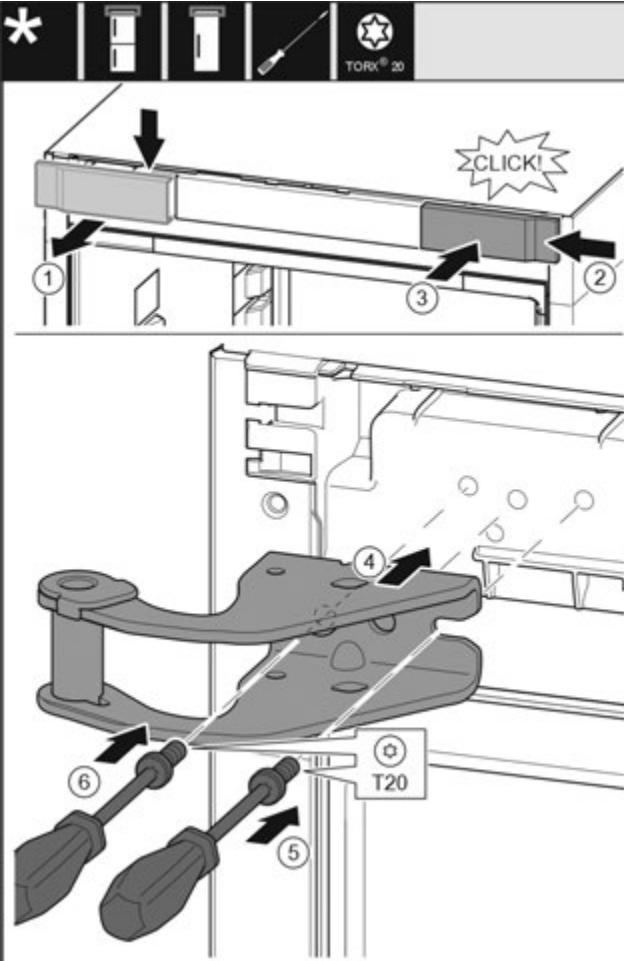

Fig. 11
- Зніміть кришку вгорі вперед. Fig. 11 (1)
- Почепіть кришку, що повернута на 180°, з іншого боку праворуч. Fig. 11 (2)
- Зафіксуйте кришку. Fig. 11 (3)
- Встановіть верхній опорний кронштейн. Fig. 11 (4)
- Встановіть та закрутіть гвинт за допомогою викрутки T20. Fig. 11 (5)
- Встановіть та закрутіть гвинт за допомогою викрутки T20. Fig. 11 (6)